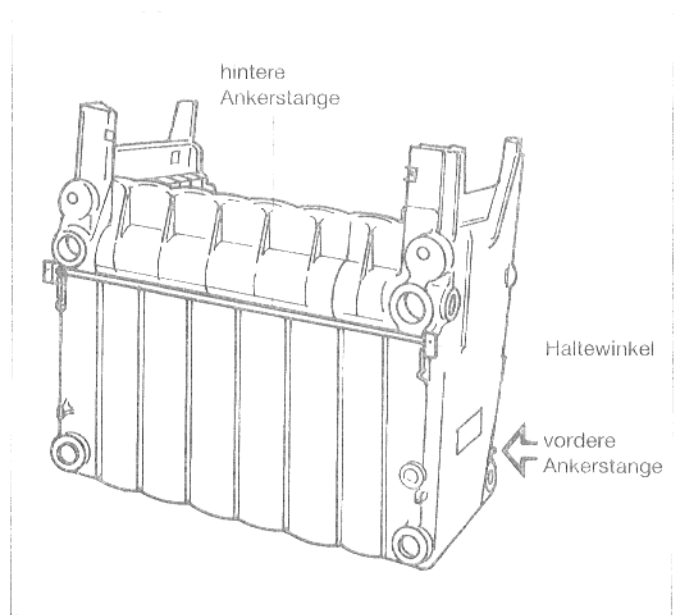

Abb. 7
- Ankerstangen einsetzen (Abb. 7).